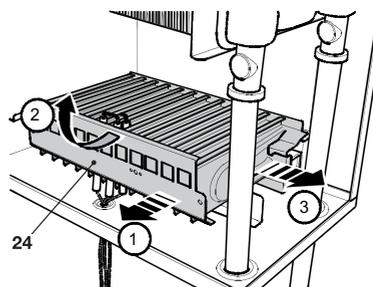

Рисунок 8.3
- Снимите горелку 24 (Рисунок 8.3), сместив ее влево, повернув вверх и вытянув вперед.